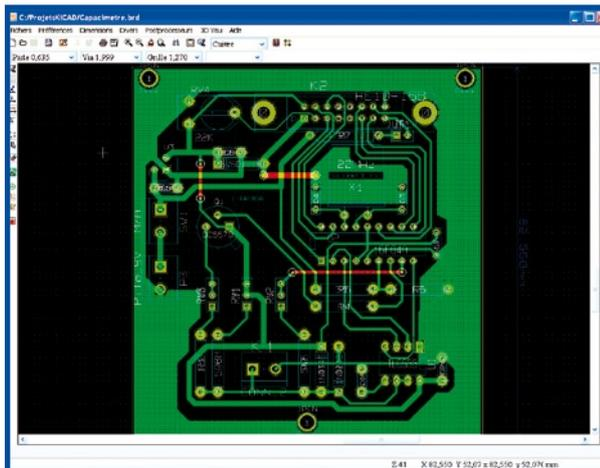
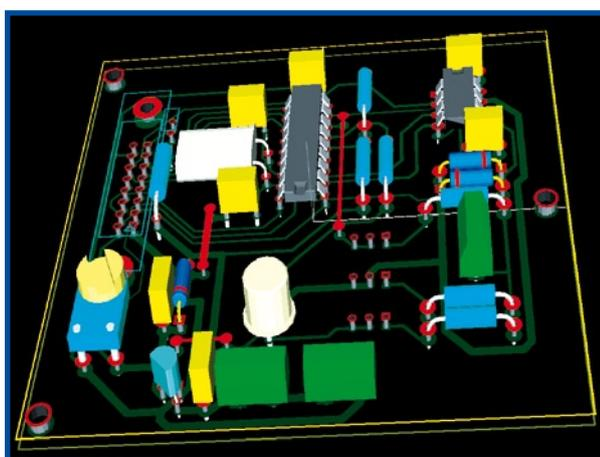
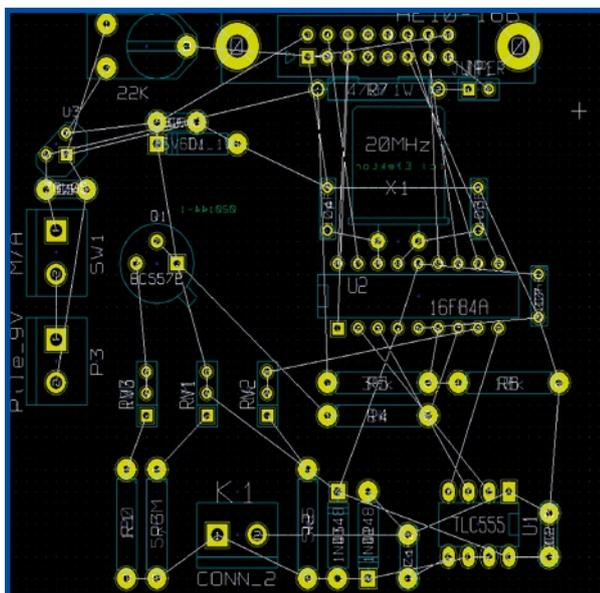

Figure 5.
Figure 6.
Figure 7.
On accède à PCBNew à partir du gestionnaire de projets Kicad (recommandé), ou directement depuis l'icône **(G)** (**figure 5**). Ce logiciel de conception de circuits imprimés est à l'image de EeSchema : simple, facile à prendre en mains et à utiliser ; ses performances n'en sont pas pour autant à la traîne, jugez plutôt : 16 couches de cuivre, 12 couches techniques (sérigraphie, vernis épargne, cotations, etc.), composants traversants ou CMS, travail au 1/10 000^{ème} de pouce, chevelu dynamique, contrôle d'isolement (*Design Rules Check*), plans de masse, il possède un routeur interne capable, excusez du peu, de travailler en simple couche ! Qu'est-ce qu'un amateur peut demander de plus ? Une vue 3D de sa platine pour le plaisir visuel ? C'est en **figure 6** !
Il est déjà temps de passer du mode placement au mode routage avec l'icône (J). D'un clic droit, faites « Autoroutage global -> Selection couple de couches ». En tant qu'amateurs, il est assez normal que nous choissions un circuit simple face ; autrement dit, la couche supérieure sera, tout comme l'inférieure, le cuivre. L'autoroutage automatique (Autoroutage global -> Autoroute tous modules), s'il ne routera pas entièrement votre carte, vous dégrossira déjà cette tâche. Il vous restera ensuite à terminer en mode manuel, ou à déplacer quelques composants et re-router l'ensemble. Le routage manuel se fait, bien entendu, le plus naturellement du monde avec la souris, et vous constaterez vite que PCBNew sait placer vos pistes au doigt et à l'œil, sans être obligé de définir laborieusement le moindre changement de direction. L'affichage du chevelu (K), (Cf. figure 7) permet un travail rapide et fiable. Les ponts (straps), s'ils sont nécessaires, seront représentés comme des pistes sur la couche composants (en rouge sur la figure 6).